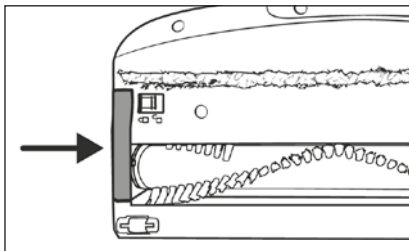

Fig. 27
- 6) Inserire il supporto del rullo a spazzola **19** nuovamente nella spazzola per pavimenti **21**. Premerlo verso il basso finché non si innesta nella spazzola per pavimenti **21** con un clic (vedere fig. 27).